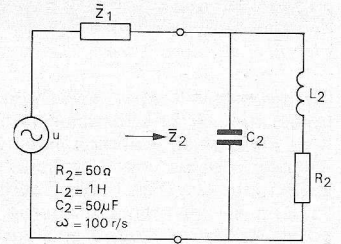

Fig. 16.
4. De spanningsbron in de schakeling van fig. 16 levert een sinusvormige wisselspanning met effectieve waarde U. Aan de gegeven impedantie  $\bar{Z}_2$  ( $R_2, L_2, C_2$ ) wordt het maximale vermogen geleverd.